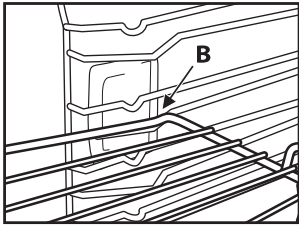

Fig. 2
2. Incline la parrilla en correspondencia con el punto de bloqueo "B" (Fig. 2).